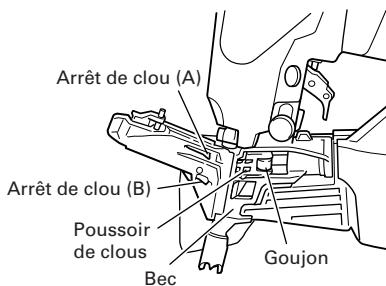

Fig. 18
- (2) Ouvrez le guidage de clous et enlevez la poussière, etc. (voir Fig. 18). Appliquez le lubrifiant sur la rainure de glissement de l'alimenteur de clous et du goujon. Contrôlez l'arrêt de clou (A) et (B) en les poussant clou avec le doigt.